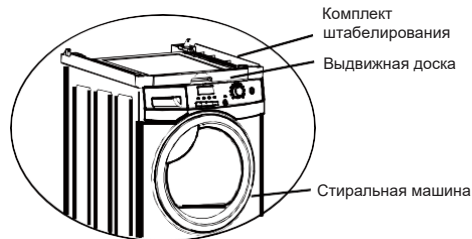

Рис. 1
1. Установить направляющие комплекта штабелирования и доску поверх стиральной машины. Убедиться, что две стороны и передняя часть комплекта штабелирования выровнены по верхней части стиральной машины (рис. 1).